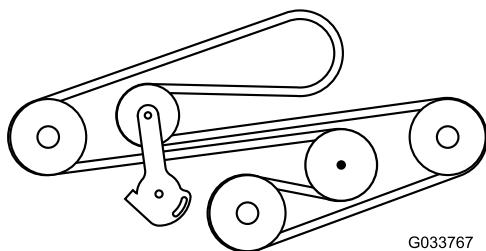

Рисунок 72
9. Наденьте ремень и проложите его так, как показано на Рисунок 72.